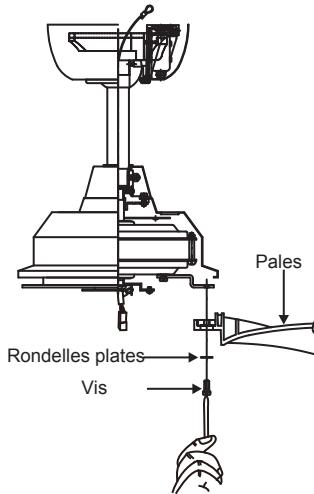

Fig. 15
Étape 1. Alignez les trous depuis la pale aux trous du moteur et sécurisez la pale en place avec des vis et des rondelles plates fournies.(Fig. 15)